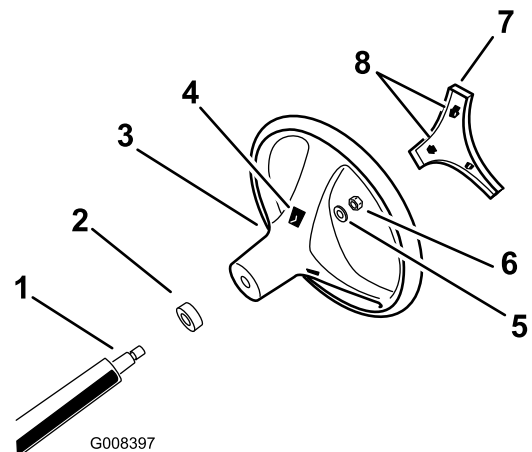

Bild 3
- Lösen Sie durch die Öffnungen an der Rückseite des Lenkrads die Sperrnasen der mittleren Abdeckung und nehmen Sie die Abdeckung vom Lenkrad ab (Bild 3).
- Entfernen Sie die Sicherungsmutter und Scheibe von der Lenkwelle (Bild 3).
- Fluchten Sie das Lenkrad auf den Rillen der Lenkwelle aus (Bild 3).
4. Bringen Sie die Scheibe und das Gewinde der Sicherungsmutter auf der Lenkwelle an (Bild 3).
6. Fluchten Sie die Sperrnasen der mittleren Abdeckung mit den Öffnungen im Lenkrad aus und drücken Sie die Abdeckung auf das Lenkrad, bis die Sperrnasen einrasten (Bild 3).